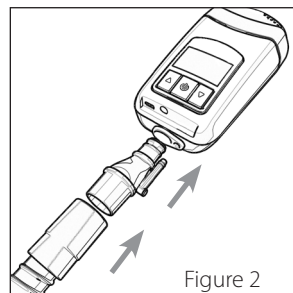

Figure 2
1. Connectez une extrémité du **circuit PPC** à l'extrémité arrondie de l'**adaptateur de circuit** et insérez l'autre extrémité de l'**adaptateur de circuit** à la sortie du **Z1**. (Figure 2)